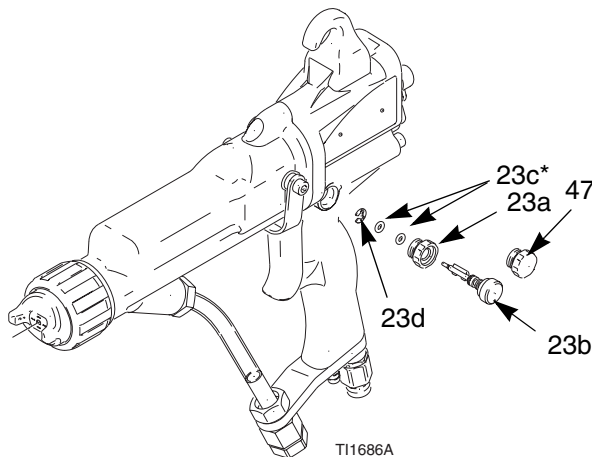

Fig. 34. Vanne de réduction d'air d'atomisation
2. Démontez la vanne de réduction d'air d'atomisation (23). Examinez le joint torique (23c*). Le remplacer si nécessaire. Voir Fig. 34.
3. Installer une nouvelle vanne de réduction d'air d'atomisation (23) ou démonter et remonter les pièces une à une. La partie en saillie de la vanne doit être orientée de manière à dégager l'axe de la vanne (21).